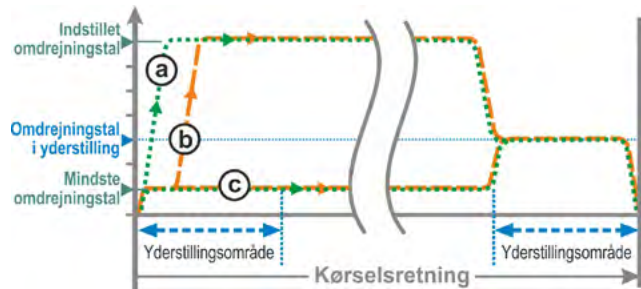

Fig. 2: Omdrejningstal i yderstilling „hurtigstart“
- Ved **vandringsafhængig** frakobling skiftes straks til det indstillede omdrejningstal for at opnå en så kort løbetid som muligt. Se også fig. 2, kurve a.